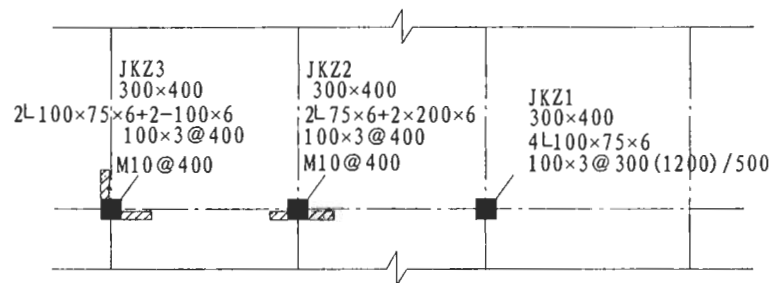

图 2.4.4 外包钢加固柱平面注写方法示例
2.4.4 外包钢加固柱施工图采用平面注写方法绘制时，应注写的内容包括：柱编号、原柱截面尺寸、角钢型号、钢板宽度、厚度、缀板宽度、厚度和间距，注写锚栓直径、间距（施工方法采用干式还是湿式，可在总说明中统一说明，也可在柱加固平面布置图中分别说明），见表 2.4.4 和图 2.4.4（本图集第 16 页）。
柱编号	见图 2.4.4
原柱截面尺寸	见图 2.4.4
外包角钢型号、钢板宽度、厚度	见图 2.4.4。 例：4L100×75×6，表示采用 4 根不等边角钢 100×75×6，其中长边 100 沿 b 方向，短边 75 沿 h 方向（注：若角钢短边沿 b 方向，则表示为 2L100×75×6#，即在最后注写“#”）。 例：2L100×75×6+2-200×6，表示采用 2 根角钢 L100×75×6 和 2 块钢板 200×6
缀板宽度、厚度和间距	见图 2.4.4
注写锚栓	见图 2.4.4